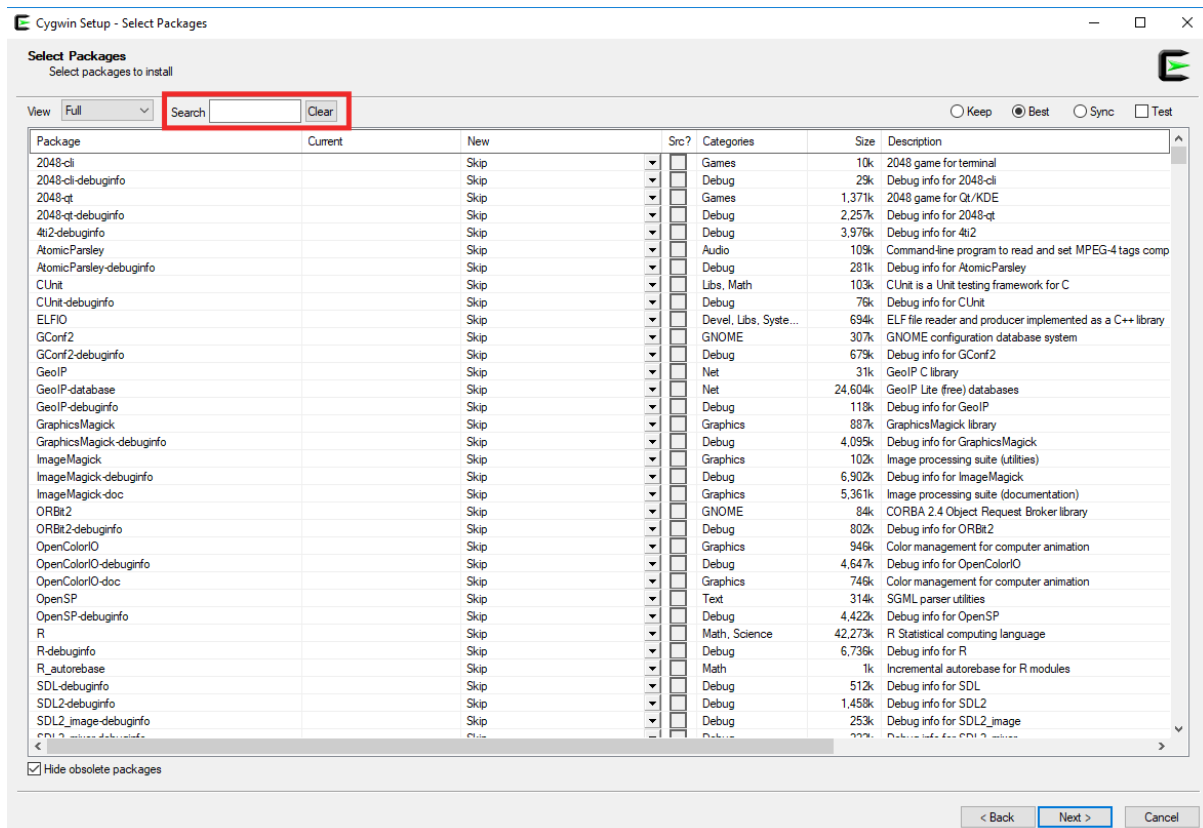

Figura 105. Ventana de selección de paquetes - Vista completa
4. Aparecerá la lista completa de paquetes que puede instalar (Figura 105). En el cuadro de **búsqueda**, seleccione los paquetes específicos que desea instalar.